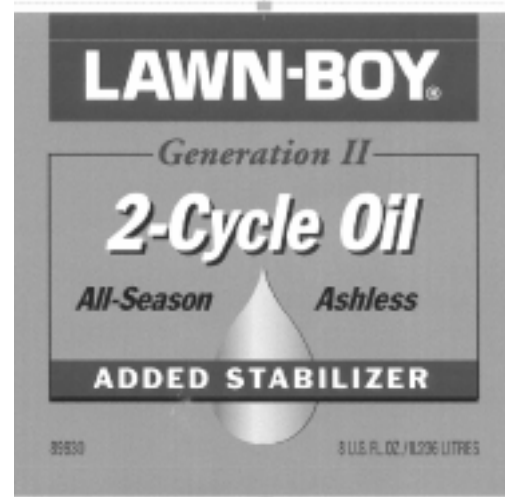

Figure 4
Utiliser uniquement de l'huile 2-temps *Lawn-Boy Generation II 2-Cycle Oil* (Fig. 4) ou une huile 2-temps sans cendres équivalente, de première qualité, certifiée NMMA TCW III.
Ajouter de l'huile 2 temps *Lawn-Boy Generation II 2-Cycle Oil* (Fig. 4) ou une huile équivalente à de l'essence sans plomb fraîche conformément au tableau ci-dessous :
2. Y ajouter toute la quantité spécifiée d'huile 2 temps *Lawn-Boy Generation II 2-Cycle Oil* (Fig. 4) ou d'une huile équivalente.
IMPORTANT : Ne pas ajouter d'additifs au carburant, si ce n'est un stabilisateur lors du remisage. Ne pas utiliser de stabilisateurs à base d'alcools tels que l'éthanol, le méthanol ou l'isopropanol. L'emploi d'un stabilisateur n'est pas nécessaire si l'on utilise un additif si l'on utilise de l'huile 2 temps *Lawn-Boy Generation II 2-Cycle Oil* (Fig. 4).